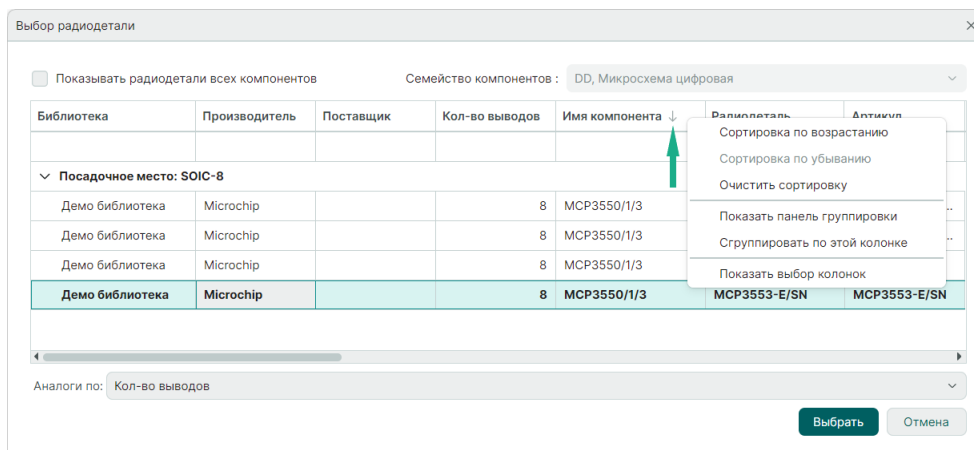

Рис. 101 Изменение сортировки внутри столбца
6. Сортировка данных внутри столбца возможна двумя способами: нажмите на заголовок необходимого столбца или выберите команду «Сортировка по возрастанию»/«Сортировка по убыванию» из контекстного меню на заголовке столбца. Текущий способ сортировки будет обозначен символами ↑ «Сортировка по возрастанию» и ↓ «Сортировка по убыванию», Рис. 101.